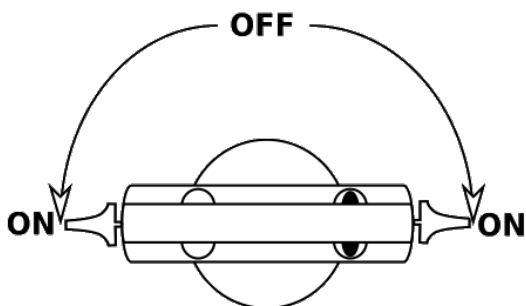

Рис.3
1. Поверните фиксатор и контактный переключатель светильника на контактном башмаке в положение «OFF» (Рис.3).
4. Поверните фиксатор и контактный рычаг светильника в положение ON (Рис.3).